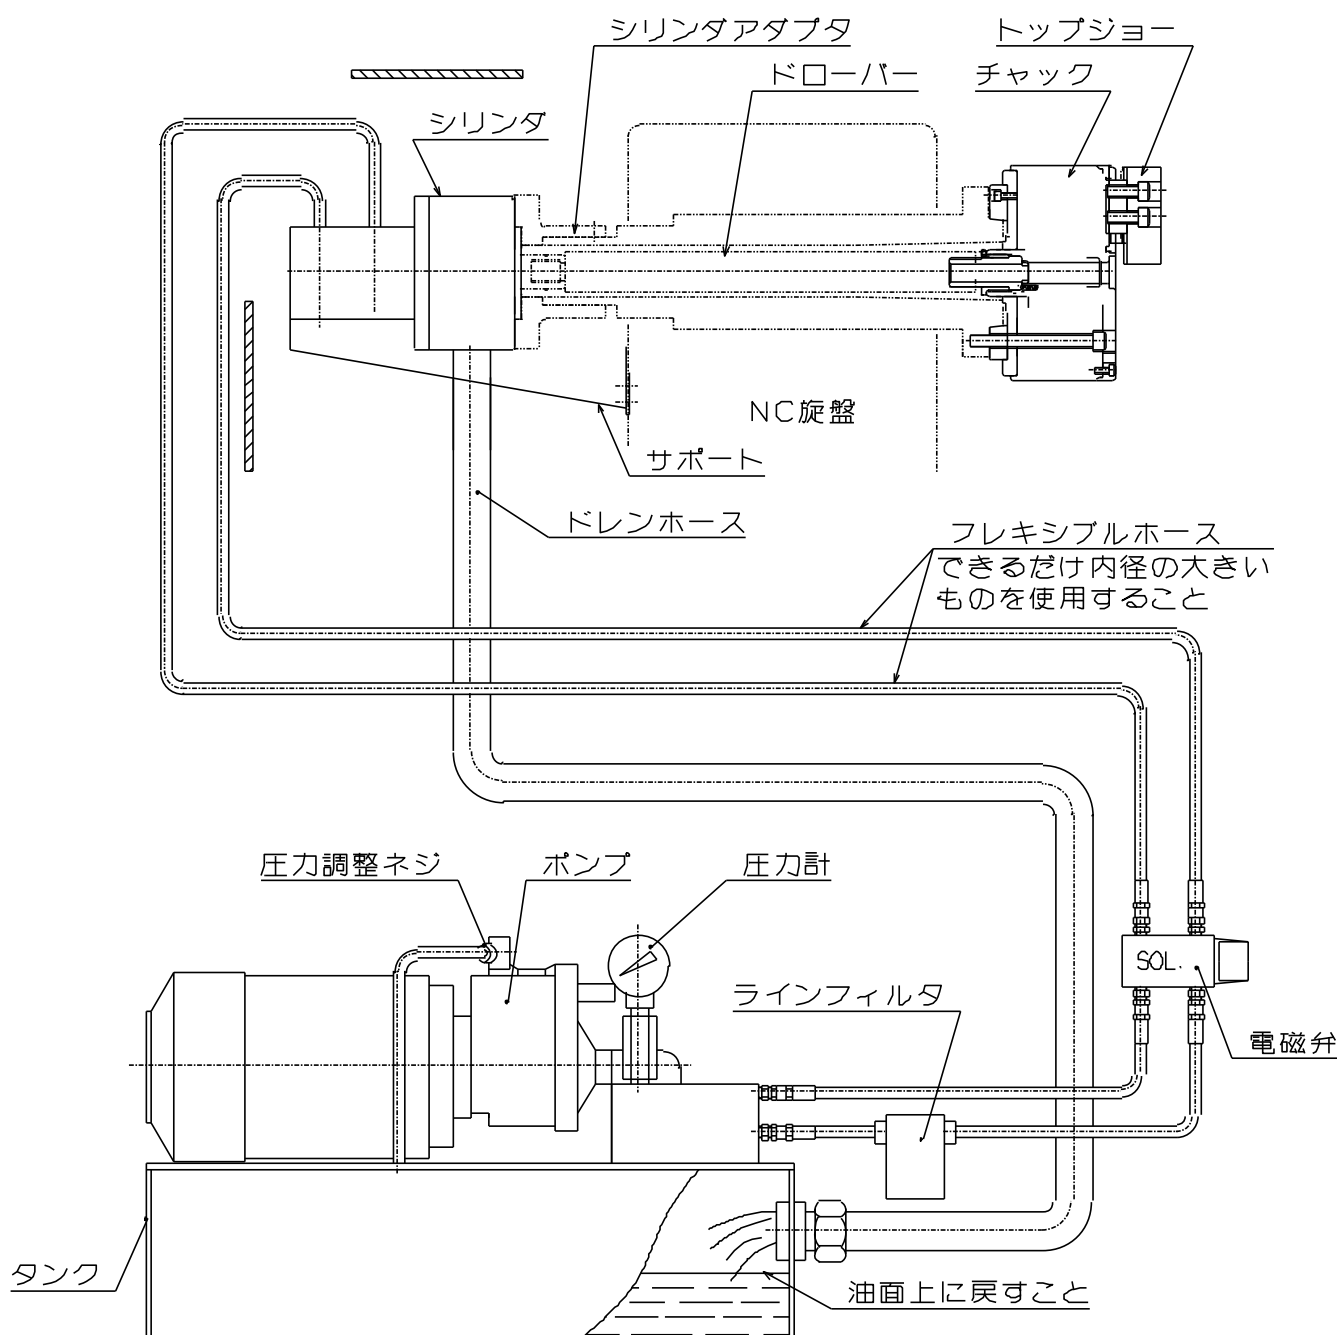

図 30
- ・ ドレンは必ず油圧ユニットの油面上に戻すこと。(図 30 参照)